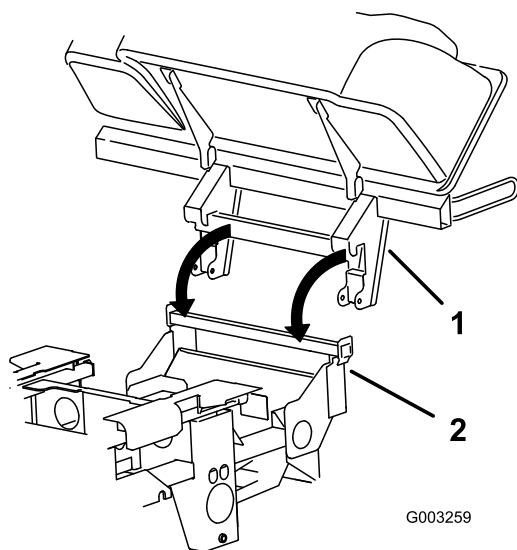

Figura 7
1. Instale el conjunto del capó sobre el soporte de montaje del ensacador (Figura 7).